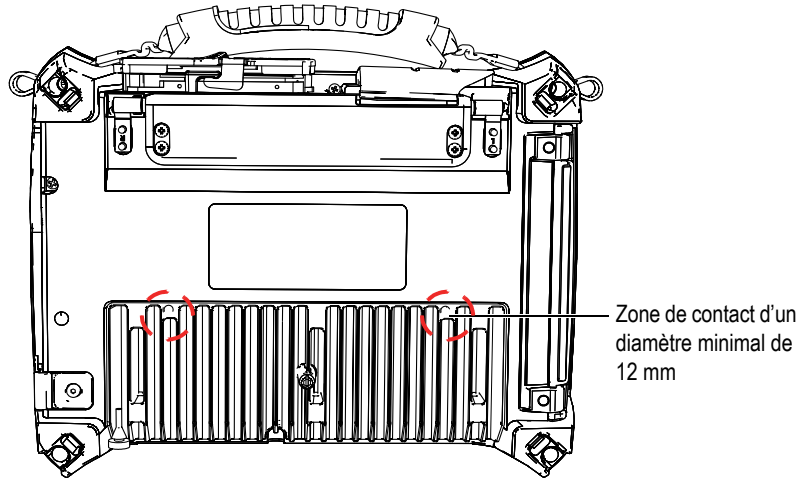

Figure 2-9 Spécifications concernant la surface de contact
- Assurez-vous que la zone de contact entre l'appareil et la surface d'assemblage est d'un diamètre minimal de 12 mm (voir la Figure 2-9 à la page 39).